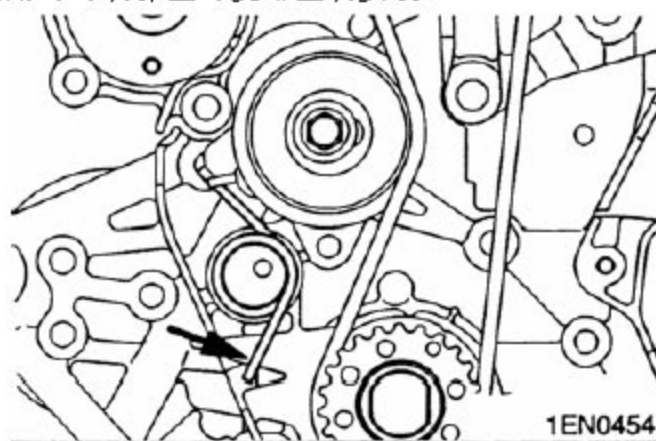

图 3-6
A). 用钳子夹住涨紧器弹簧伸长端 (如图 3-6 所示), 将它从机油泵壳体限位块上拆下, 然后拆下涨紧器弹簧。